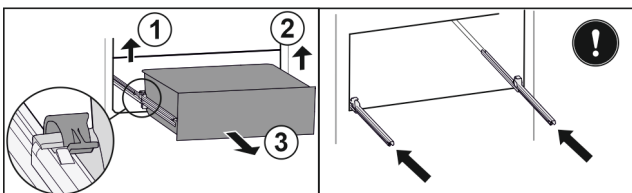

Fig. 96
- ▶ Linker klem optillen en gelijktijdig lade links naar voren trekken. Fig. 96 (1)
- ▶ Rechter klem optillen en gelijktijdig lade rechts naar voren trekken. Fig. 96 (2)
- ▶ Lade naar voren toe verwijderen. Fig. 96 (3)